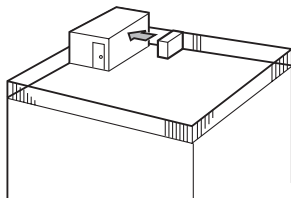

Fig. 2-4
- ① Richt de luchtuitlaat naar de dichtstbijzijnde muur, op ongeveer 50 cm van de muur. (Fig. 2-4)